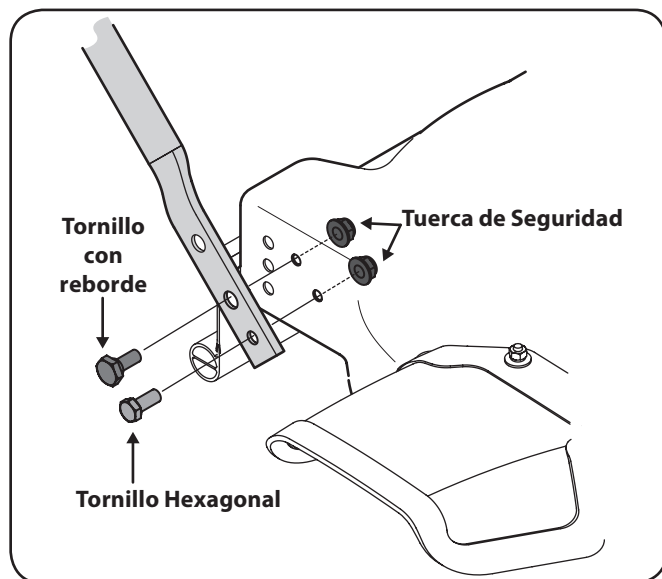

Figura 3-4
2. Fije la manija inferior a la plataforma con los tornillos hexagonales (1/2 pulg. llave de tubo), los tornillos con reborde (5/8 pulg. llave de tubo) y las tuercas de seguridad con brida (1/2 pulg. llave de tubo). Vea Figura 3-4.